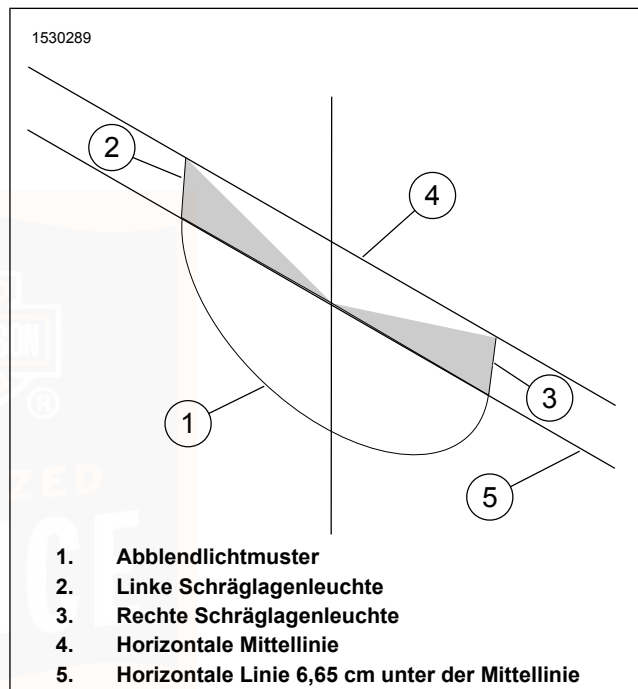

Abbildung 79. Schräglagenbeleuchtungsmuster
Siehe Abbildung 79. Wenn die Schräglagenleuchten nicht wie dargestellt ausgerichtet sind, ist eine Anpassung erforderlich.
2. Siehe Abbildung 79. Vertikale Einstellung.